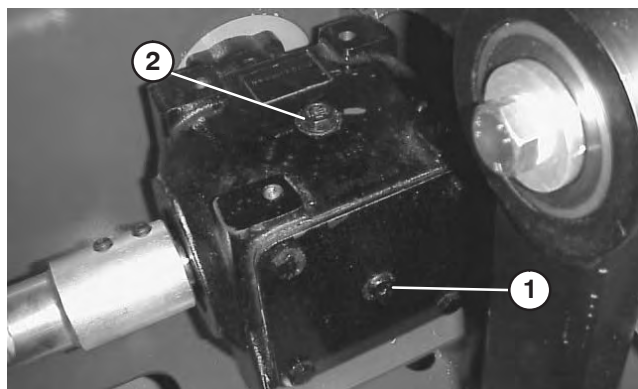

Figure 28
1. Retirez le bouchon de contrôle situé à l'arrière du boîtier d'engrenages (Fig. 28).
2. Vérifiez que l'huile atteint la base de l'orifice du bouchon de contrôle sur le boîtier d'engrenages (Fig. 28).